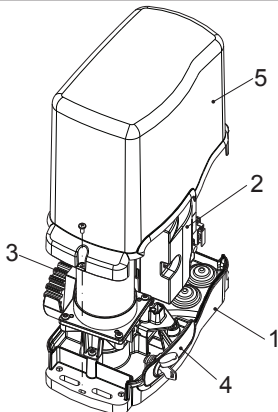

fig. 1
- 1_ Deckel des Schlosses heben, den Schlüssel einstecken und wie in Abb. 1 gezeigt drehen.
- 1_ Soulever le couvercle de la serrure, enfiler la clé spéciale et la tourner comme l'indique la fig. 1.
- 1_ Quite la tapa de la cerradura, introduzca la llave correspondiente y gire como indicado en la fig. 1.